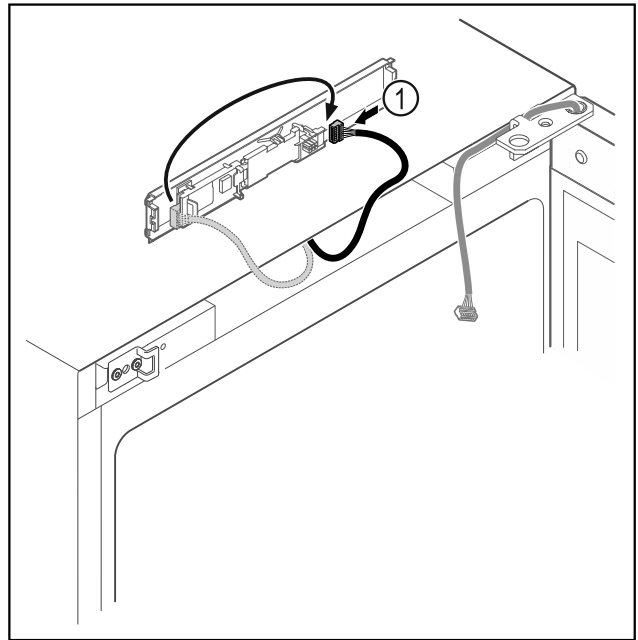

Fig. 15
- ▶ Μεταφέρετε το φιλς Fig. 15 (1) στην πλακέτα.